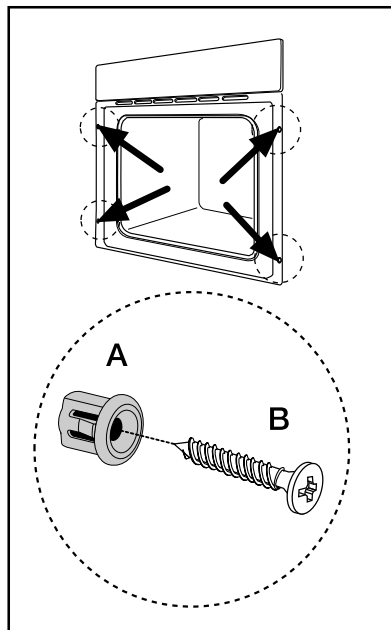

Рис. 36
- Откройте дверцу духового шкафа и прикрепите духовой шкаф к кухонной мебели с помощью четырех шурупов (В - см. Рис. 36), пропустив их через отверстия в его раме, в которых были вставлены распорные втулки (А - см. Рис. 36).